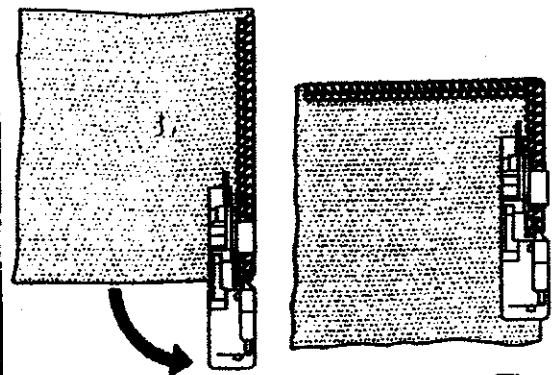

Fig. 1
3. Draai de stof, laat de persvoet zakken, en ga verder met naaien in de nieuwe richting.(Fig 1)